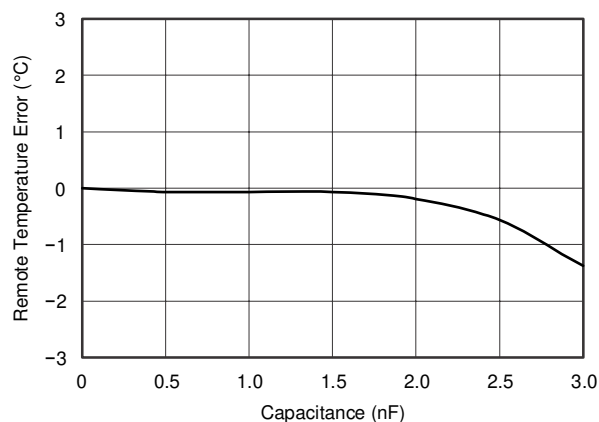
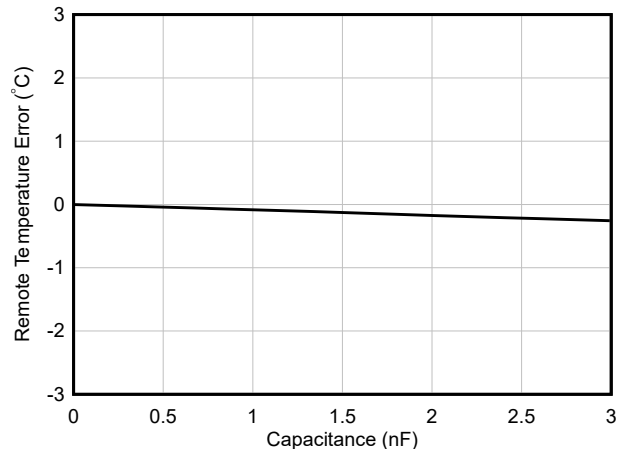
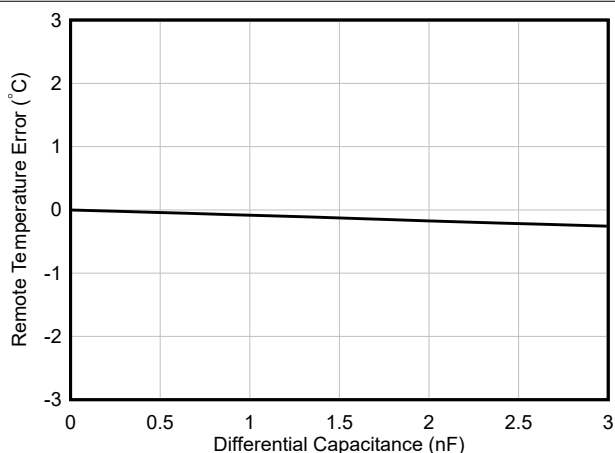

図 6-12. リモート温度誤差と差動容量との関係 (従来のチップ)
図 6-13. リモート温度誤差と差動容量との関係 (新チップ)
図 6-27. リモート温度誤差と差動容量との関係
- C. ほとんどのアプリケーションでは、 $C_{DIFF}$  (オプション) は  $<1000\text{pF}$  でなければなりません。 $C_{DIFF}$  の選択は、アプリケーションによって異なります。フィルタリングセクションと図 6-12 (新しいチップは図 6-13) と図 6-27 を参照してください。
TMP411/TMP411D は、温度誤差の変化を最小限に抑えながら、最大  $1000\text{pF}$  の差動入力容量を許容できます。容量が検出されたリモート温度誤差に与える影響を、図 6-12 (新しいチップは図 6-13) および図 6-27 に示します。